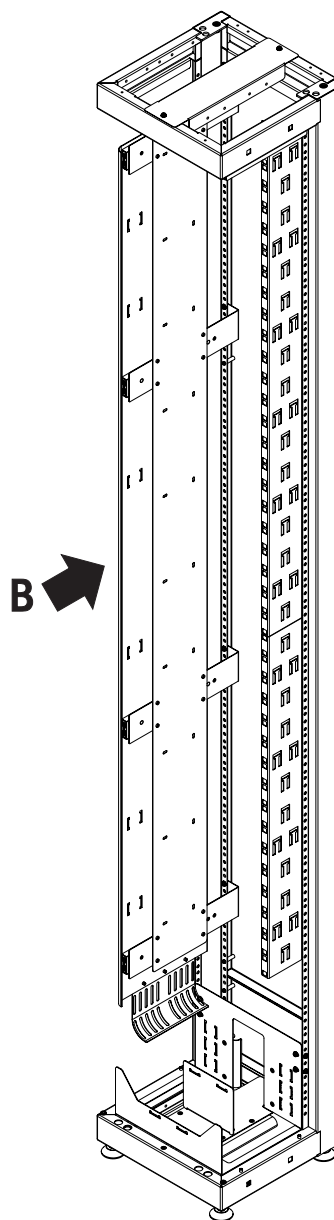

Figura 9
2. Para fechamento empurre o suporte (Figura 9, B).